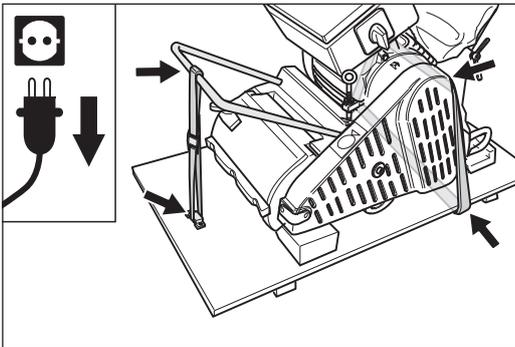

Abb. 40 Transport oder Lagerung der Maschine auf dem Unterteil der Transportkiste.
- **Für den Transport oder die Lagerung der Maschine können Sie die Maschine auch auf dem Unterteil der mitgelieferten Transportkiste mit zwei Gurten fest verschnüren (Abb. 40)! So werden Beschädigungen an der Schleifwalze und an den Rädern (Unrundheit) vermieden!**
Für die Lagerung der Maschine über einen längeren Zeitraum stellen Sie die Maschine auf das Unterteil der mitgelieferten Transportkiste (Abb. 40)! So werden Beschädigungen an der Schleifwalze und an den Rädern (Unrundheit) vermieden!